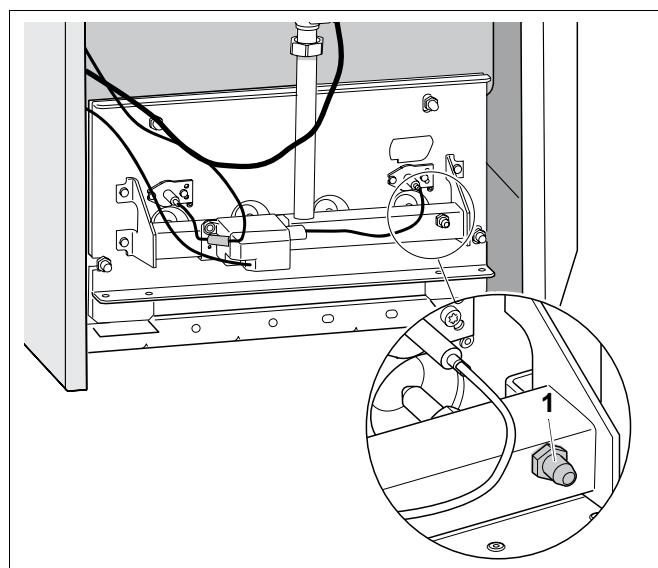

Рис. 46 Газовая горелка
- Открутить на два оборота измерительный ниппель на газораспределительной гребенке (рис. 46, **поз. 1**).